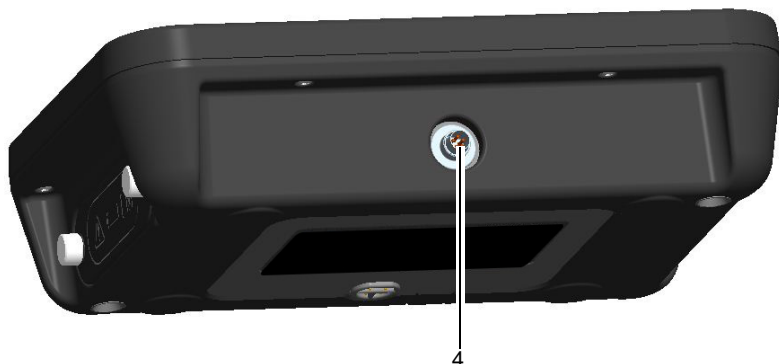

Figura 3: Conector para cabo umbilical do ADTS Touch
- Conectando o conector ADTS Touch (4) (veja Figura 3) ao ADTS usando o cabo umbilical.